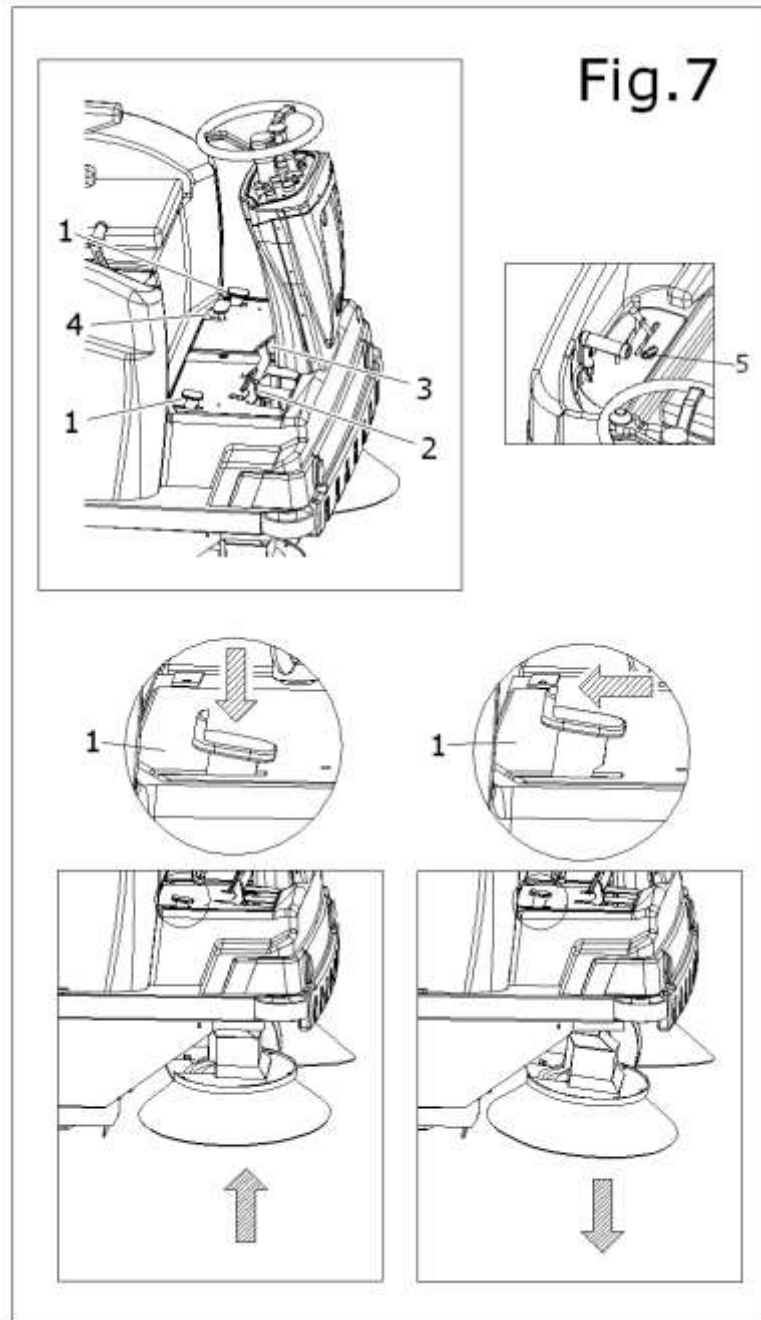

Fig.8
- Detenga la rotación del cepillo central desplazando la palanca **Part. 14 Fig. 8** hacia adelante (cepillo elevado).
- Eleve el contenedor de recogida sujetando la palanca **Part. 1 Fig. 10** hacia atrás gradualmente y manteniendo presionados simultáneamente los pulsadores **Part. 12 y Part. 13 Fig. 8.**
- 3 - Apague el motor llevando la llave de encendido Part. 10 Fig. 8 a la posición OFF. Se puede apagar el motor simplemente levantándose del puesto de conducción.
| La máquina crea polvo. | Aspiración cerrada. | Gire el interruptor de aspiración Part. 3 Fig. 8 a la posición ON. |